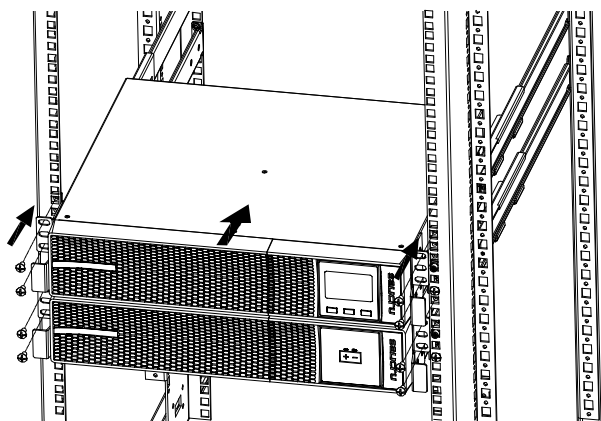

Abb. 6. Montage Typ Rack im 19"-Schrank mit Autonomieerweiterung (Batterieminus).
- Folgendermaßen vorgehen (siehe Abb. 6):